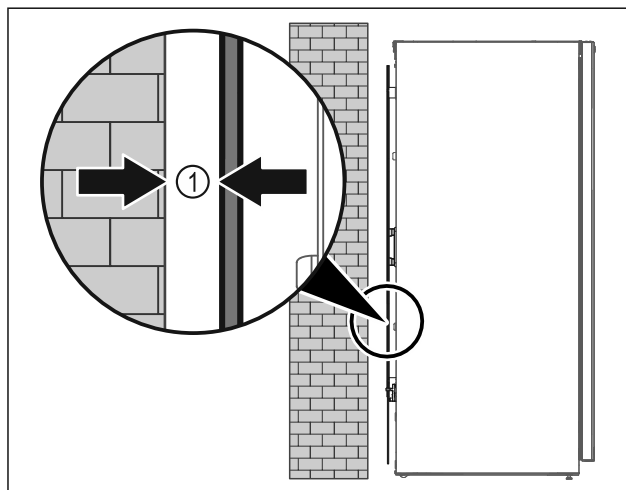

Fig. 5
- ▶ Állítsa fel a készüléket szabadon a helyiségben, vagy közvetlenül a fal mellé legalább 5 mm Fig. 5 (1) minimális távolságban.